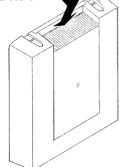

Figura 3. Rimozione del coperchio
2. Rimuovete il coperchio del modulo e mettetelo da parte. (Figura 3)
2. Rimuovete e scartate il coperchio del modulo. (Figura 3)